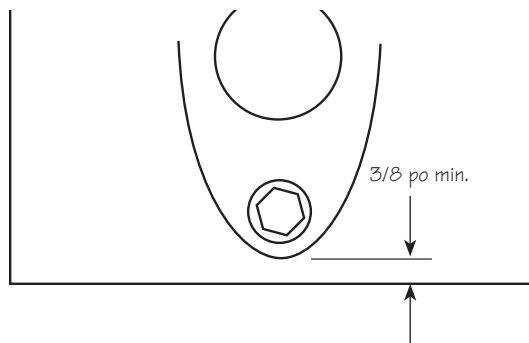

Figure 1
2. **Positionner les plaques de fixation** – Pour convenir au garde-chaîne d'aluminium, les plaques de fixation doivent être positionnées verticalement comme le montre la **figure 1**. Sinon, retirer les vis qui les maintiennent en place, repositionner les plaques et resserrer les vis. La pointe des plaques de fixation doit se situer à au moins 3/8 po du bord de la mâchoire avant. Si c'est le cas, passer immédiatement à l'étape 7. Sinon, il faut ajouter, au bas de la mâchoire avant, une bande de chant de 3/8 po d'épaisseur, selon les directives des étapes 3 à 6. La chose n'est pas nécessaire, mais, pour des raisons esthétiques, il est préférable de faire de même pour la mâchoire arrière. Non seulement la surface de serrage sera plus grande, mais la presse semblera mieux proportionnée.